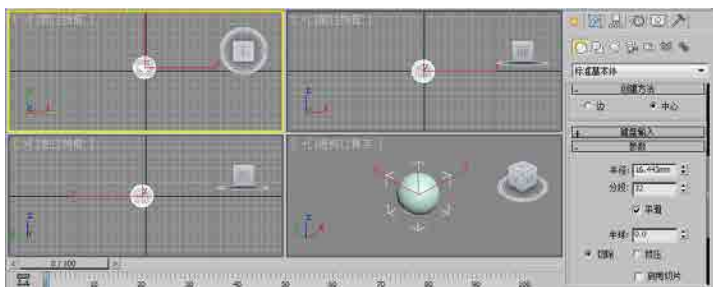

图3-5
- 03 到适当位置后松开鼠标左键, 球体就创建好了, 其创建效果与参数面板如图3-5所示。